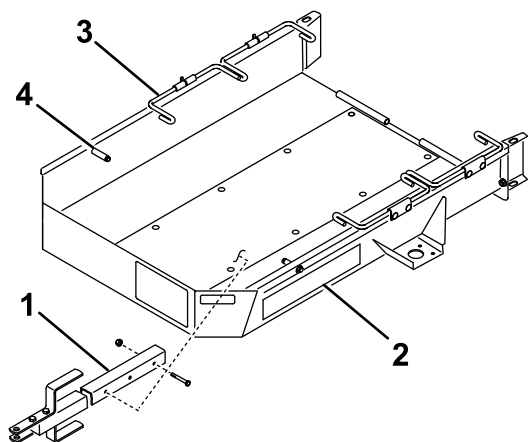

图2
4. 使用 2 个螺栓 $\frac{3}{8}$ x $2\frac{3}{4}$ 英寸和 2 个锁紧螺母将牵引杆总成安装到拖车底板下方的安装支架上 图2。
4. 将油门移至最低位置**缓慢地**将机器开到拖车上直至行走轮接触到拖车止动装置图2。
6. 将第一组车轮杆向下旋转到行走轮的后面图2。